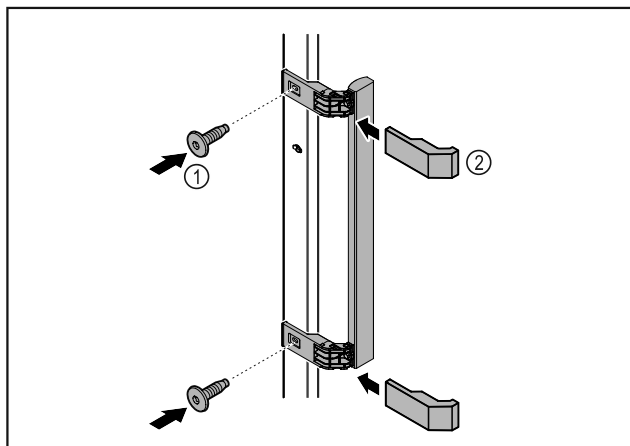

Fig. 9
- ▶ Plasser håndtaket som fulgte med, på døren med de vedlagte skruene Fig. 9 (1).
- ▶ Sett på dekselet Fig. 9 (2).